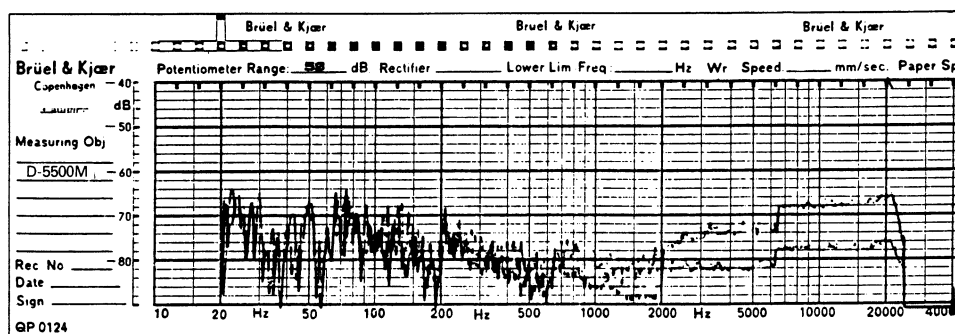

Figure 7: Analyse de fréquence du bruit
5. Le rapport signal sur bruit a été amélioré par l'emploi d'un amplificateur à transistor à effet de champ faible bruit. Etant donné que cet amplificateur est utilisé dans l'étage d'entrée de la platine D-5500M le bruit de fond à la lecture est nettement réduit. (Figure 7).